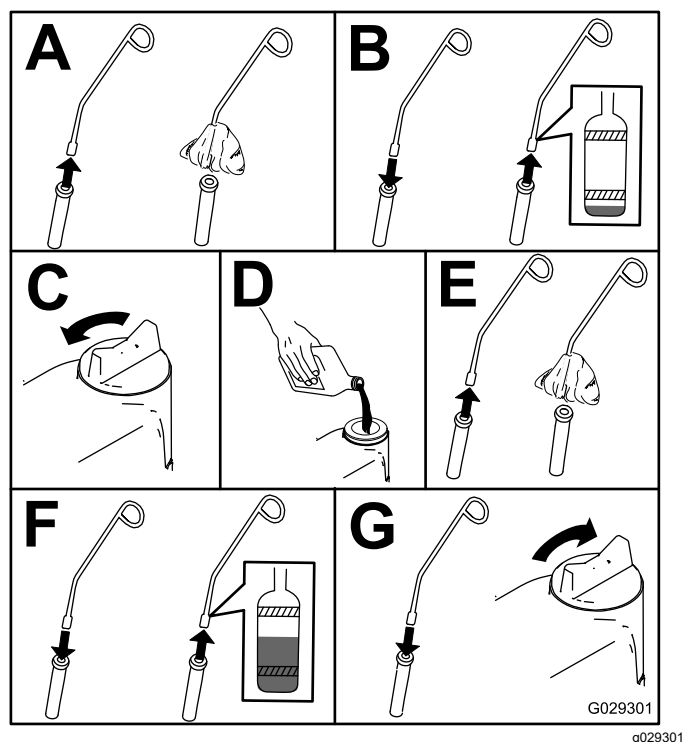

Рисунок 37
4. Проверьте уровень масла в двигателе, как показано на Рисунок 37.